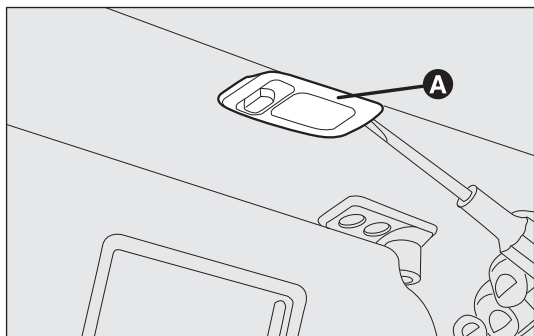

fig. 184
**PLAFONIERA DI CORTESIA fig. 184**
- estrarre la plafoniera A-fig. 184 facendo leva nel punto indicato dalla freccia.